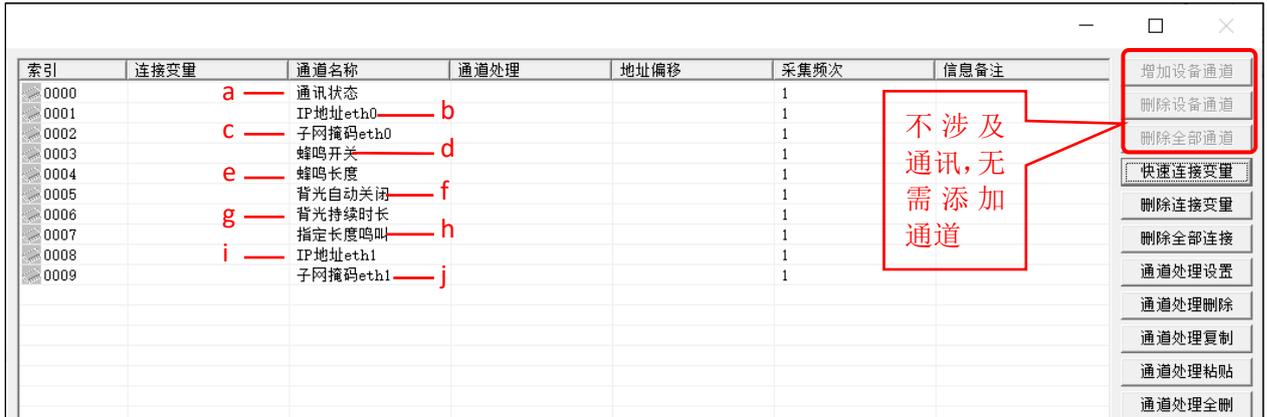

图 15.8-2 设备通道展示
- ② TPC 系统控制驱动不需要挂载在父设备下，直接双击工具箱中的【TPC 系统控制】驱动，将它添加到设备窗口左侧的空白处。
- ③ 双击【TPC 系统控制】设备，打开【设备编辑窗口】。如图 15.8-2 所示。